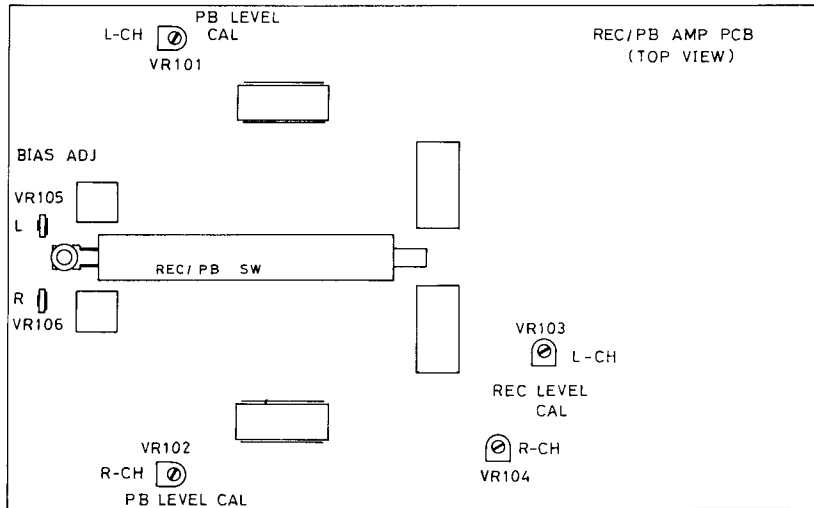

Fig. 2
2. Apply 400Hz signal into LINE IN (L-ch) from Audio Generator (AG). Adjust output of AG so that Line output level is 58mV. Record this signal. Change the frequency of AG to 10,000Hz (with the input at the same level). Then record the signal. Adjust potentiometer VR105 on REC/PB p-c board (Fig. 2), by recording and playing back, until outputs for 10,000Hz and 400Hz signals reach the same level.
2. Play back Test Tape LCT-7001 (or equivalent), and adjust potentiometer VR101 (VR102 for R-ch) on REC/PB p-c board (Fig. 2) so that AC Voltmeter reads 580mV.
1. Set Tape Selector to METAL, Dolby NR switch to OFF and Rec Level Control to maximum. Connect Audio Generator (AG) to Line In and AC Voltmeter and Oscilloscope to Line Out.
4. If recording and playback levels differ from each other, repeat the step 3 until the two levels become almost equal, by adjusting potentiometer VR103 (VR104 for R-ch) on REC/PB p-c board (Fig. 2) while recording.
2. Injecter un signal de 400Hz sur la borne LINE IN (Canal de gauche) à l'aide d'un générateur de signaux. Ajuster la sortie du générateur de façon à obtenir un niveau de sortie de ligne de 58mV. Enregistrer le signal sur la bande. Modifier le réglage du générateur audio, sur 10.000Hz (l'entrée restant au même niveau). Enregistrer le signal. Ajuster ensuite le potentiomètre VR105 de la plaquette de circuit REC/PB (voir Fig. 2) tout en répétant les opérations d'enregistrement et d'écoute, jusqu'à ce que les sorties correspondant aux signaux de 10.000Hz et 400Hz atteignent le même niveau.
2. Procéder à l'écoute de la bande d'essai LCT-7001 ou un équivalent et ajuster le potentiomètre VR101 (VR102 pour le canal de droite) sur la plaquette de circuit REC/PB (voir Fig. 2) de façon à obtenir sur le voltmètre CA un affichage de 580mV.
4. Si une différence est relevée entre les niveaux d'enregistrement et de lecture, répéter l'opération du point 3 en ajustant le potentiomètre VR103 (VR104 pour le canal de droite) de la plaquette de circuit REC/PB (voir Fig. 2) lors de l'enregistrement.